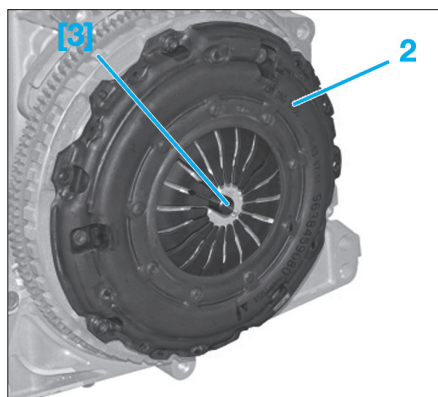

Fig. 3
- A l'aide de l'outil [3], centrer le disque d'embrayage (3).
- Reposer le mécanisme d'embrayage (2) sans déposer l'outil [3] (Fig.3).